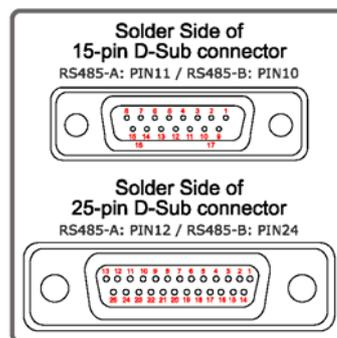

Abb. 7: Lötseite des D-Sub Anschlusssteckers
**Schritt 4:** Löten Sie die roten und grünen Drähte des RJ11 Kabels an die entsprechenden Pins des D-Sub Anschlusssteckers, der mit dem angeschlossenen Videorekorder geliefert wird (Abb. 7).